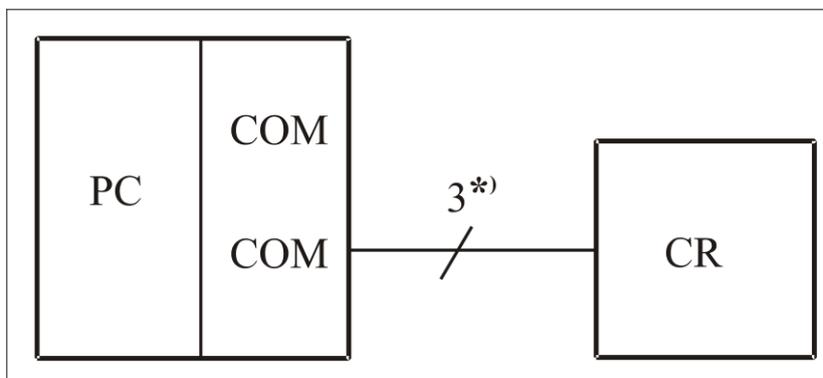

Рисунок 1 – Подключение контрольного считывателя
2. Унифицированного системного контроллера (платы MAIN-12002K) (см. рисунок 1, Приложение А).
2.2.1 Монтаж контрольного считывателя (см. Рисунок 1, Приложение В)